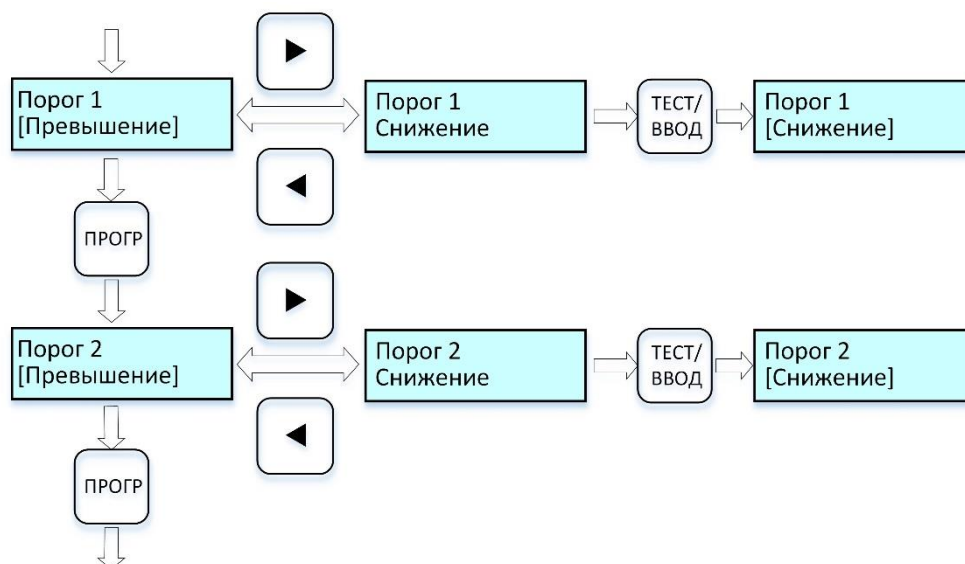

Рисунок 13 – Циклограмма выводимых сообщений на дисплей при настройке режима срабатывания порогов
2.6.5.9 Для **настройки режимов срабатывания порогов 1 и 2** выполнить действия по п. 2.6.5.1 (при необходимости), далее по циклограмме рис. 13.